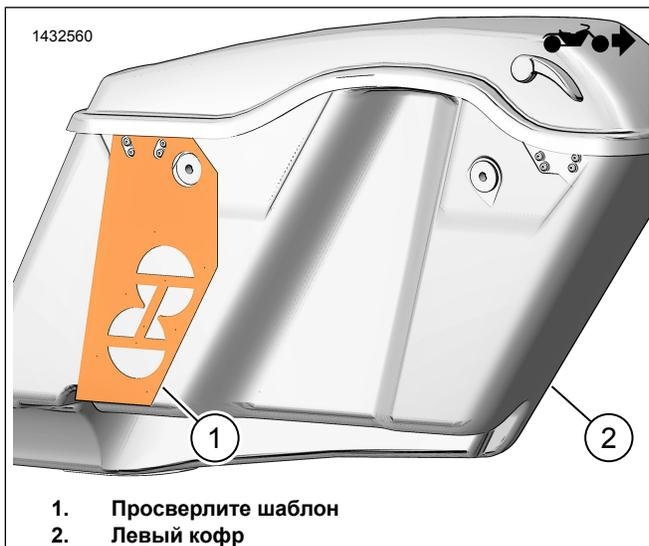

Рисунок 2. Шаблон для левого кофра
1. См. рис. 2. Разместите шаблон для сверления (1) на левом кофре (2).
См. рис. 2. Внесите изменения в левый кофр (2).